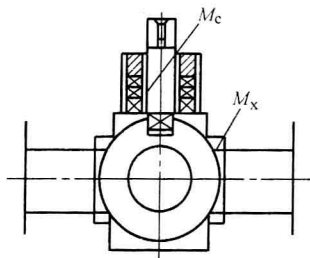

图 1-3 球形
3) 球形:关闭件是球体,围绕本身的轴线旋转,如图 1-3 所示。